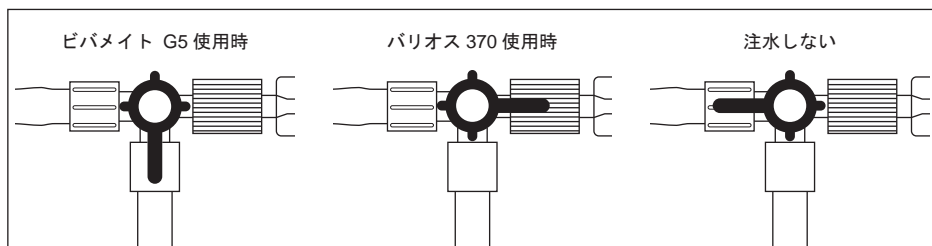

図 10
- 6) 三方コックのコック方向を変えて注水方向を切り替えます。(図 10)